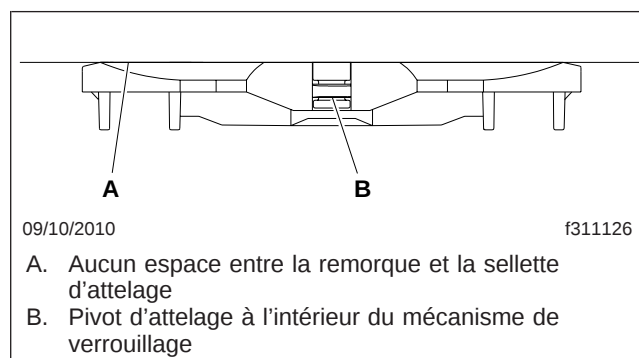

Fig. 17.6, Inspection de l'accouplement
8. Inspectez l'accouplement, contrôlant l'absence d'espace entre le dessous de la remorque et la sellette d'attelage, et le verrouillage sécuritaire du pivot d'attelage. Voir la figure 17.6.
11. Inspectez le verrouillage positif du pivot d'attelage, contrôlant l'absence d'espace entre le dessous de la remorque et la sellette d'attelage. Voir la figure 17.6.